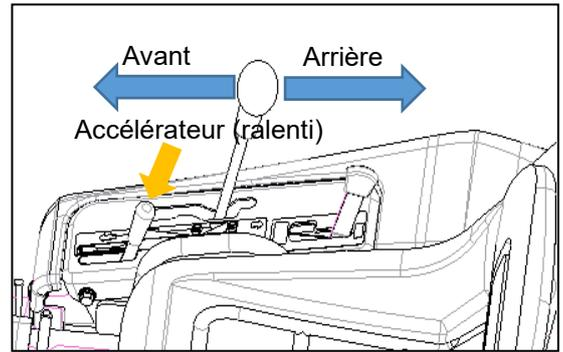

Figure 25
- Lors de l'inclinaison du levier de vitesse, l'accélérateur doit rester au ralenti. (Figure 25).